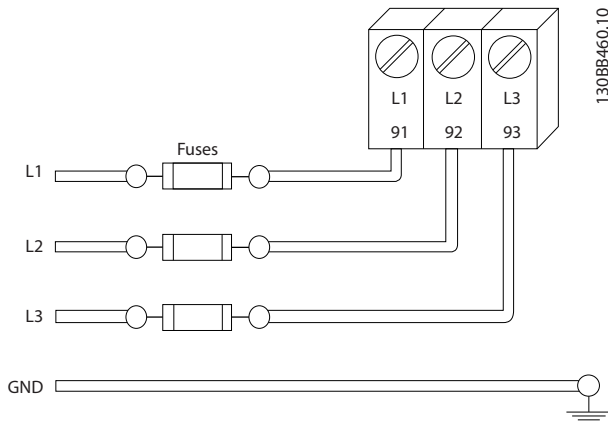

Рисунок 2.4 Предохранители преобразователя частоты
- Все преобразователи частоты должны быть оборудованы системой защиты от короткого замыкания и перегрузки по току. Для реализации такой защиты следует использовать входные предохранители, см. *Рисунок 2.4*. Если они не устанавливаются производителем, их должен установить специалист во время монтажа. Максимальные номиналы предохранителей см. в 10.3.1 *Защита*.
- Все преобразователи частоты должны быть оборудованы системой защиты от короткого замыкания и перегрузки по току. Для реализации такой защиты следует использовать входные предохранители, см. *Рисунок 2.4*. Если они не устанавливаются производителем, их должен установить специалист во время монтажа. Максимальные номиналы предохранителей см. в *10.3.1 Защита*.